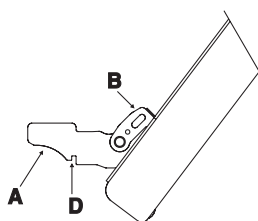

ABBILDUNG 2
- Backofentür ganz öffnen und die 2 kleinen Hebel "B" hochdrücken (Abb. 2);